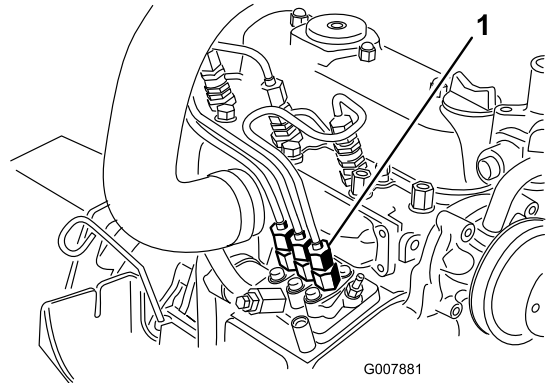

Figure 33
1. Placez un chiffon sous le raccord du tuyau allant de la pompe d'injection à l'injecteur n° 1 comme montré à la Figure 33.